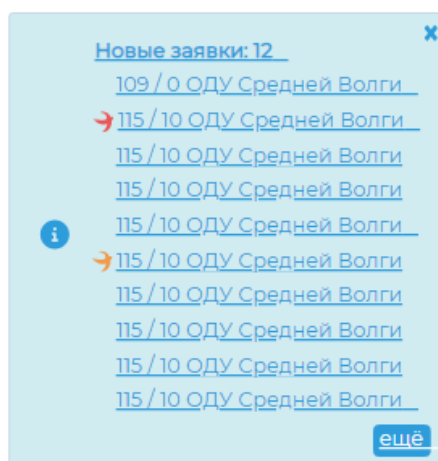

Рисунок 12.1 – Оповещение о новых заявках
- на активной вкладке (на которой работает пользователь) в правом нижнем углу экрана отображается оповещение о новых заявках (Рисунок 12.1), по нажатию на гиперссылку в оповещении заявка отрывается в новой вкладке. При нажатии на заголовок «Новые заявки» открывается список заявок, отфильтрованный по фильтру «Рассмотрение заявок». Оповещение о новых заявках поступает пользователю, если у него установлен флаг «Оповещать о получении новых заявок, если пользователь или служба присутствуют в маршруте заявки» в пользовательских настройках;